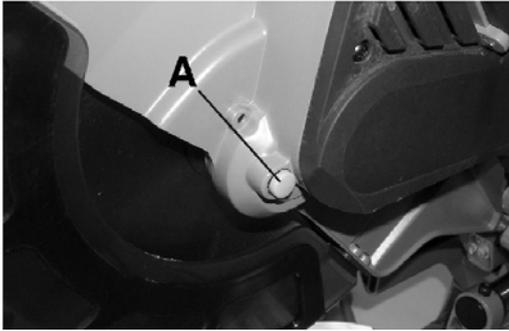

Abb. 15: Sägeblatt verriegeln
Schritt 4: Drücken Sie den Verriegelungsknopf A (Abb. 15) und drehen Sie das Sägeblatt mit der Hand, bis es einrastet.